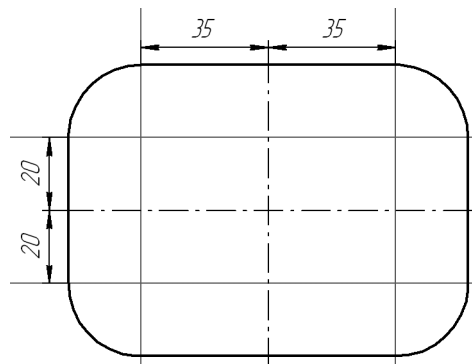

Рис. 15.7. Построение вспомогательных прямых
- 3.2. Постройте вспомогательные параллельные прямые по обе стороны от вертикальной и горизонтальной осевых линий детали на расстоянии 35 мм и 20 мм соответственно (рис. 15.7). Размеры не проставляйте.